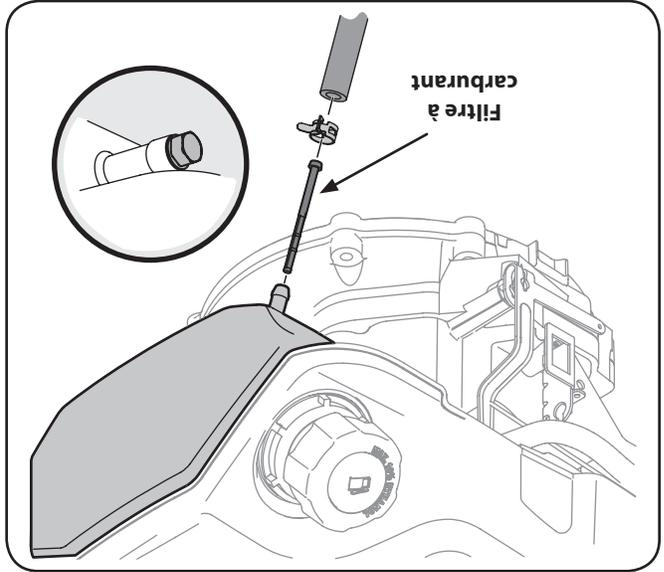

Figure 6-8
2. Enlevez la bride en C de la canalisation de carburant et débranchez celle-ci du réservoir de carburant. Voir la Fig. 6-8.